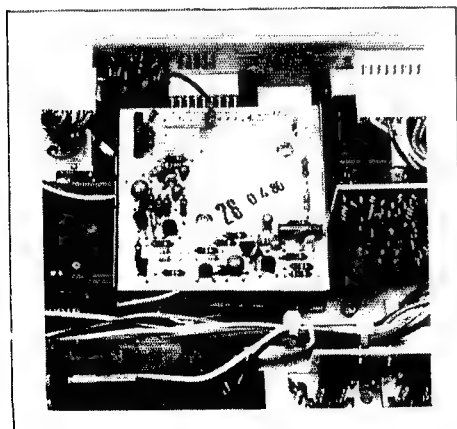

Fig. 2.7
- Filtereinheit (inkl. Schalter) ausbauen: die beiden Befestigungsschrauben des Filterschalters lösen und die Einheit vorsichtig aus dem CIS-Stecksocket ziehen (Fig. 2.7).
- Remove filter unit (including switch): unfasten the two mounting screws of the filter switch and carefully pull unit from the CIS plug socket (Fig. 2.7).
- Démontez le circuit des filtres (avec son sélecteur): dévissez les 2 vis de fixation du sélecteur de filtres et retirez avec précaution le circuit de son connecteur (fig. 2.7).